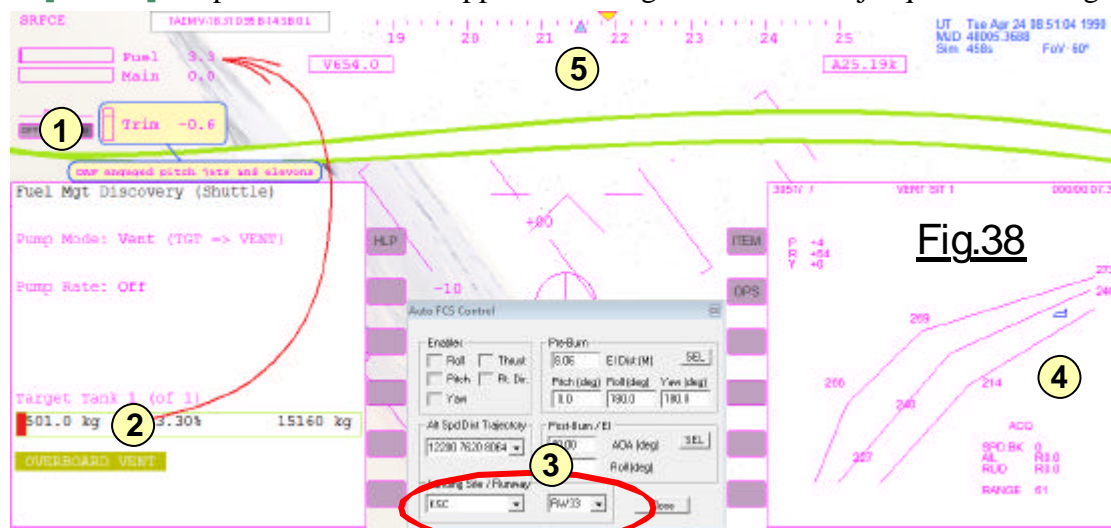

Fig.38
- Le compensateur fonctionnera alors automatiquement comme on peut le vérifier en 1 de la figure 38.